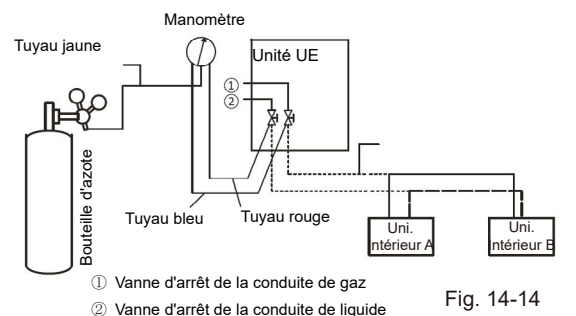

Fig. 14-14
4. Utilisez des bouchons d'obturation pour bloquer toutes les ouvertures du côté liquide (gaz), à l'exception de l'ouverture de l'unité intérieure la plus éloignée des unités extérieures ("Unité intérieure A" sur la figure 14-14).